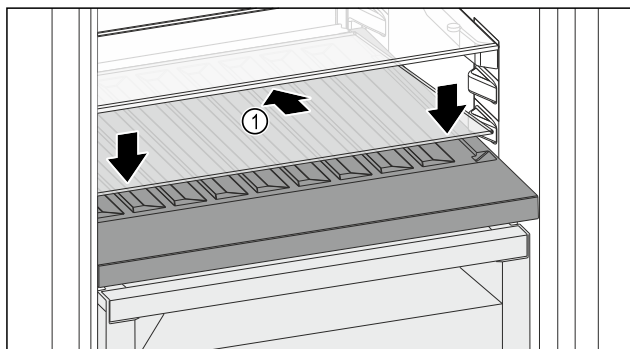

Fig. 109
- ▶ Вставьте стеклянную пластину Fig. 109 (1) наискосок и с уклоном назад вниз.
- ▶ Опустите стеклянную пластину Fig. 109 (1) спереди.